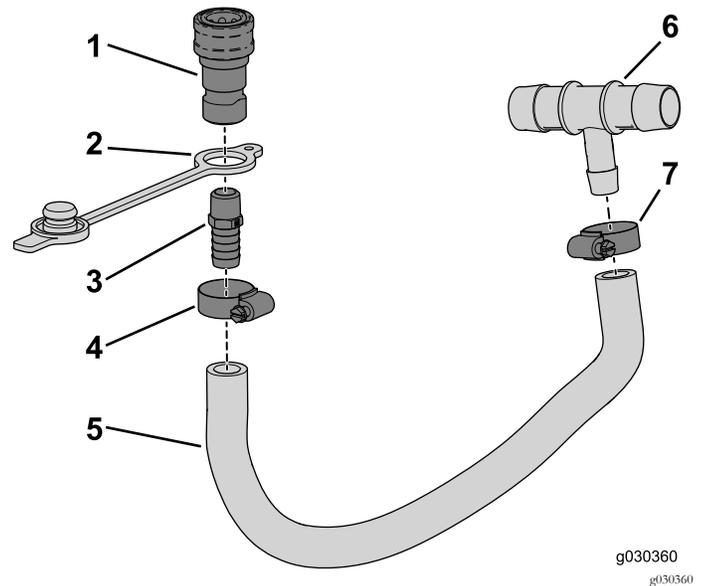

Figura 27
2. Enrosque el acoplamiento recto (espiga dentada $\frac{3}{8}$ " NPT x $\frac{5}{8}$ ") en el acoplamiento hembra (Figura 27).
4. Coloque el tapón guardapolvo sobre la espiga del conjunto (Figura 27).
6. Inserte la espiga del conjunto en la manguera y fíjelo con la abrazadera de la manguera (Figura 27).
7. Inserte la espiga del acoplamiento en T en la manguera y fíjelo con la abrazadera de la manguera (Figura 27).